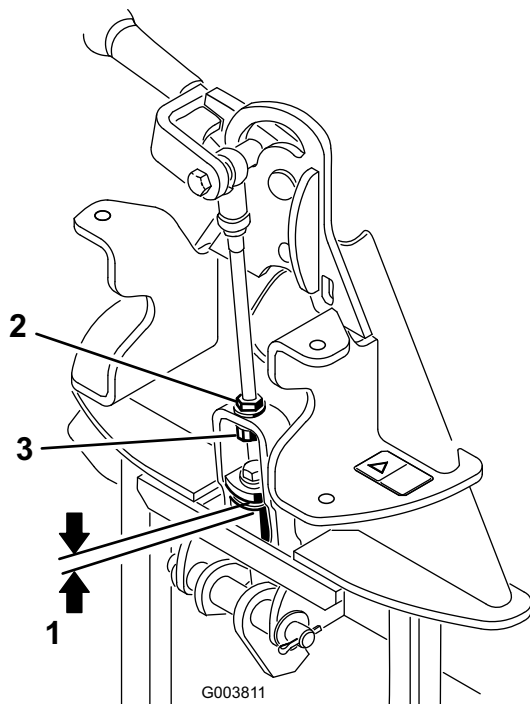

Bild 4
2. Messen Sie den Abstand zwischen der oberen Scheibe und dem Distanzstück im Anschluss am Anbaugerätadapter, siehe Bild 4.